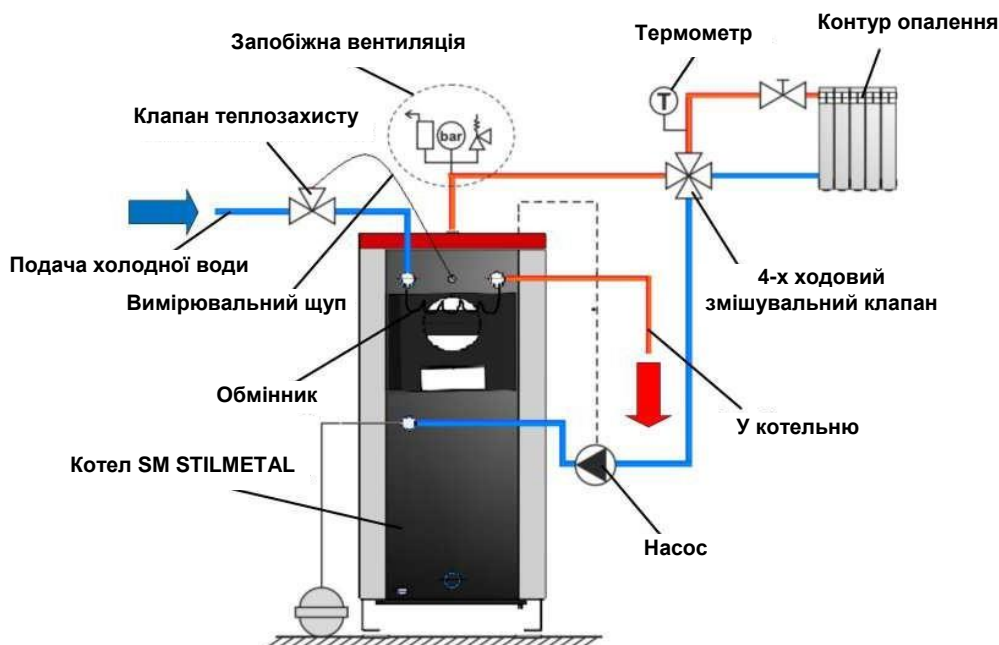

Рисунок 9. Схема з'єднання котла з відкритою системою опалення
5. Закрийте решітку (рис. 9) та нижні дверцята котла.